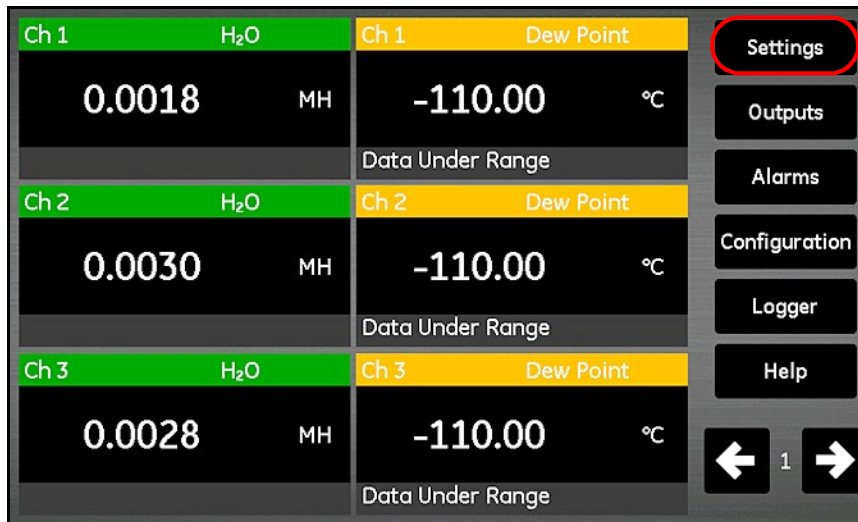

Figura 86: Botón Ajustes de la pantalla principal
- En la pantalla principal, pulse el botón **Ajustes** (consulte la *Figura 86*).